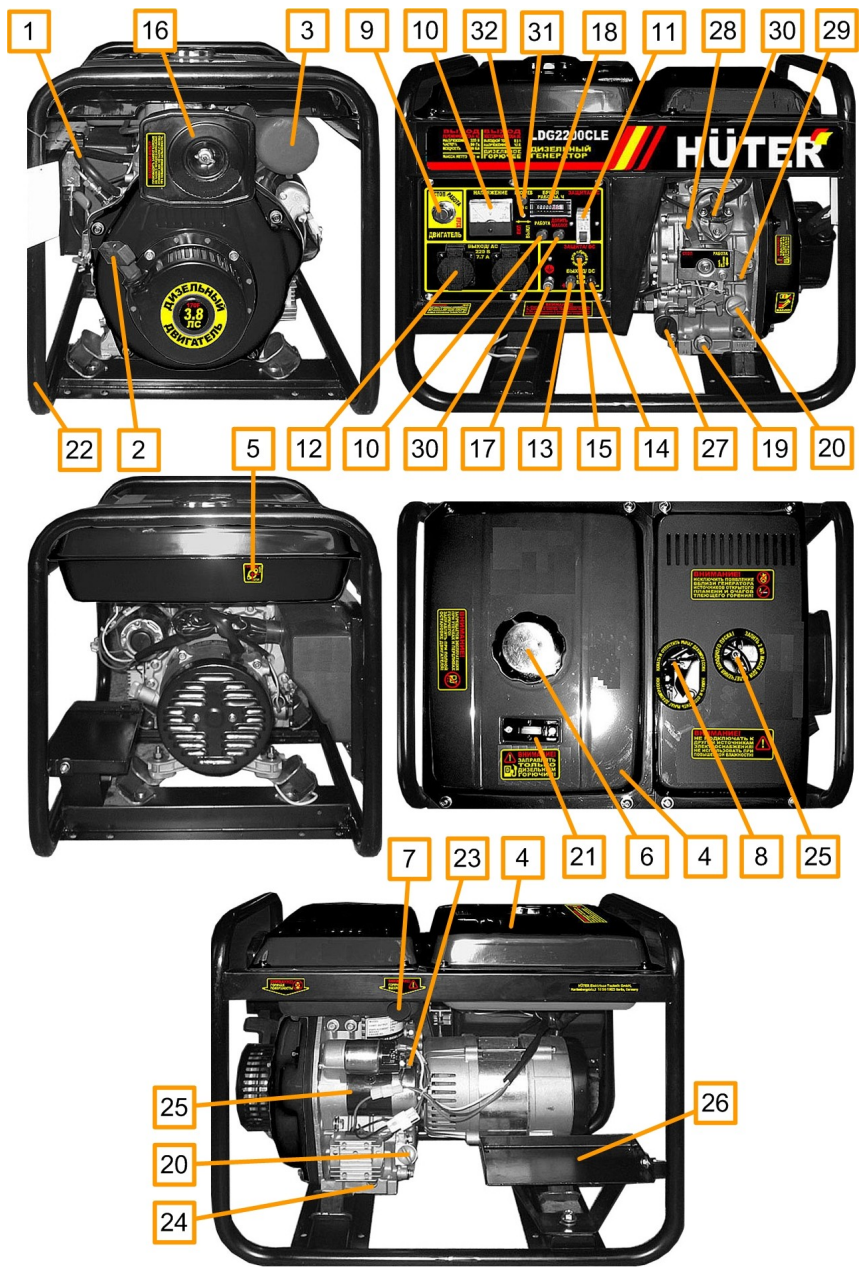

Рис. 1.
4.1. Перечень составных частей изделия (рис. 1).
5.3.1. Вывинтить шуп поз. 24 (рис. 1) и залить в картер масло соответствующего типа (таблица 2 п. 8) до нижнего края горловины. Вставить чистый сухой шуп в горловину картера и вынуть его. Проверить уровень масла: граница смоченной области шупа должна располагаться между отметками минимального и максимального уровней.
При установке генератора следует подключить к резьбовой клемме поз. 21 (рис. 1) проводник заземляющего устройства, удовлетворяющего требованиям раздела 10: «Обеспечение требований безопасности».
5.5.3. Установить лоток аккумуляторной батареи номер по каталогу запасных частей 22003400 в соответствии с рис. 18 указанного каталога (см. также рис. 1, поз. 26) и установить на него подготовленную к работе батарею. **Внимание!** Подготовку к работе и обслуживание аккумуляторной батареи производить в соответствии с руководством по эксплуатации на батареи конкретных типов. Подключить провода аккумуляторной батареи поз. GB1 (Приложение 1) к клеммам поз. 23, 24 (рис. 1), строго соблюдая указанную полярность (положительный полюс аккумуляторной батареи должен быть подключен к клемме реле стартера).
Внимание! При пуске нового генератора удалить воздух из топливного насоса, открутив накидную гайку топливопроводной металлической трубки на насосе поз. 30 (рис. 1) и открыв топливный кран – после начала истечения топлива из штуцера насоса присоединить топливопровод, накидную гайку затянуть.
5.6.1. Отключить все потребители переменного тока от генератора, переведя рычаг автоматического выключателя поз. 11 (рис. 1) в отключенное положение «0», отсоединить потребители постоянного тока от клемм поз. 13, 14 (рис. 1).
5.6.3. Перевести рычаг регулятора скорости поз. 28 (рис. 1) в крайнее правое положение («РАБОТА»).
5.6.4. Перевести выключатель двигателя поз. 9 (рис. 1) в отключенное положение «СТОП».
5.6.5. Медленно и плавно вытянуть трос ручного стартера за ручку поз. 2 (рис. 1) до появления сопротивления втягиванию, затем медленно вернуть его в исходное положение, см. также рис. 2.